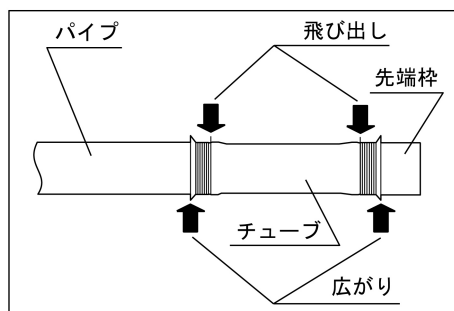
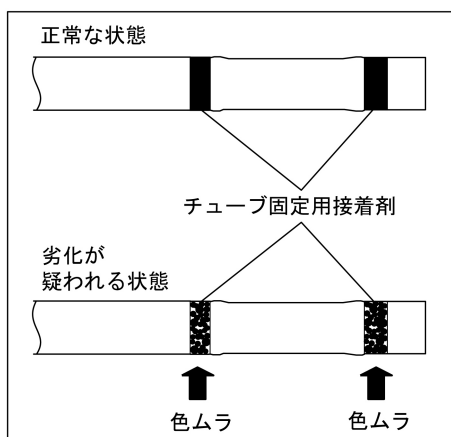

図 3
図 4
- (4)レンズ洗浄シースの先端枠、チューブ、パイプの各接続部に図 3 の矢印部のような広がりや飛び出しがないことを確認する。また、チューブ固定用接着剤に図 4 のような部分的な著しい色ムラがないことを確認する。広がりや飛び出し、部分的な著しい色ムラがある場合は、使用しないで廃棄すること。[接続部の劣化が疑われ、先端枠、チューブまたはチューブ固定用接着剤が脱落するおそれがある。]